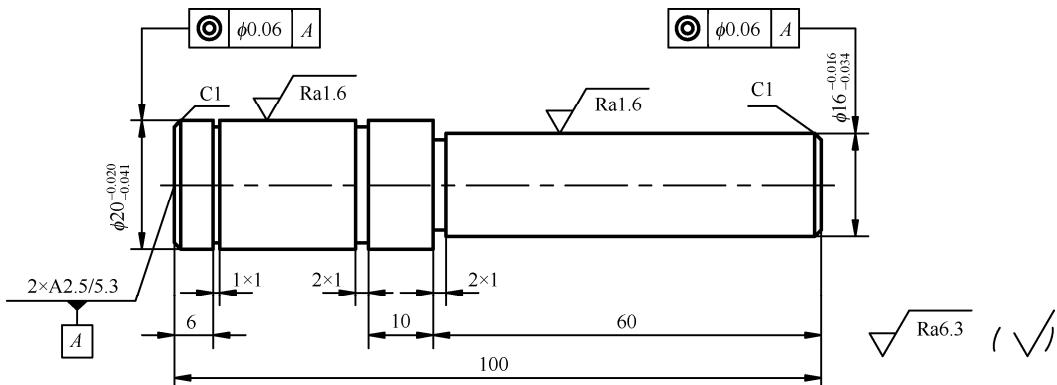

图 2-3
(1) 主动轮齿数、模数、标准压力角各为多大？
(2) 若使用齿轮滚刀加工这个齿轮，会不会产生根切现象？
4. 用 CA6140 普通车床加工如图 2-3 所示的阶梯轴，毛坯采用  $\phi 28 \times 105$  的 45 圆钢，车削时粗、精加工分开，为保证同轴度，精车采用双顶尖装夹。看懂图形，结合车工经验，将工序括号中的内容填写完整：